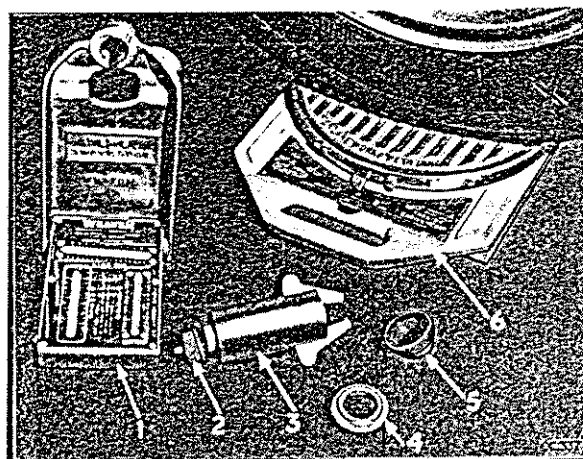

Abb. 5 Die Weaver-Meßausrüstung
Die Stellschraube (19, Abb. 5) lockern. Die exzentrisch gebohrten Anschlagmuffen (21) so einstellen, daß der Einschlagwinkel nach innen 31° und nach außen $28\frac{1}{2}^\circ$ beträgt. Stellschraube (19) wieder festziehen.
Mittels der im Werkzeugsatz mitgelieferten 10 UNF-Schraube die Nabenkappe von der Nabe abnehmen. Die Ausgleichsscheibe (14, Abb. 5) mit Flansch nach außen setzen (dabei beachten, daß sie nicht vom Splint berührt wird) und die Klauen des Ansatzes (3) in das Achsschenkelgewinde zwischen zwei der Mutterschlitze einsetzen. Die Ableslehre (1) an den Ansatz befestigen und die Kordelmutter (2) festziehen.